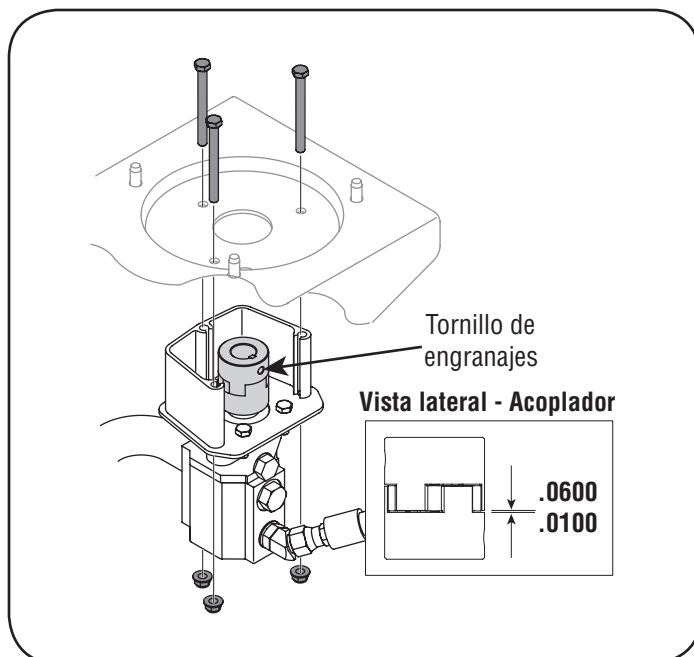

Figura 5-2
1. Extraer las tres tuercas y que aseguran la bomba al protector del acople. Dos tuercas están en las esquinas del fondo y una está en el centro del tope. Ver la Figura 5-2.
10. Graduar una separación entre .010" y .060" entre la "araña" de nilón y la mitad del acople del motor deslizando una cubierta de caja de fósforos entre la "araña" de nilón y la mitad del acople del motor y moviendo la mitad del acople de la bomba según requerido. Asegurar la mitad del acople de la bomba con el tornillo de posición. Ver la Figura 5-2.